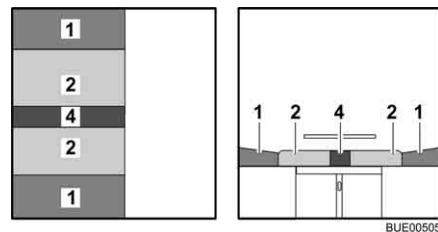

Bild 72 Nach dem Umbau
- Die Sitzpolster (Bild 72,2) zur Mitte ziehen.
- Die Rückenpolster (Bild 72,1) zwischen die Sitzpolster und die Wand legen.
- Das Zusatzpolster (Bild 72,4) zwischen die Sitzpolster legen.